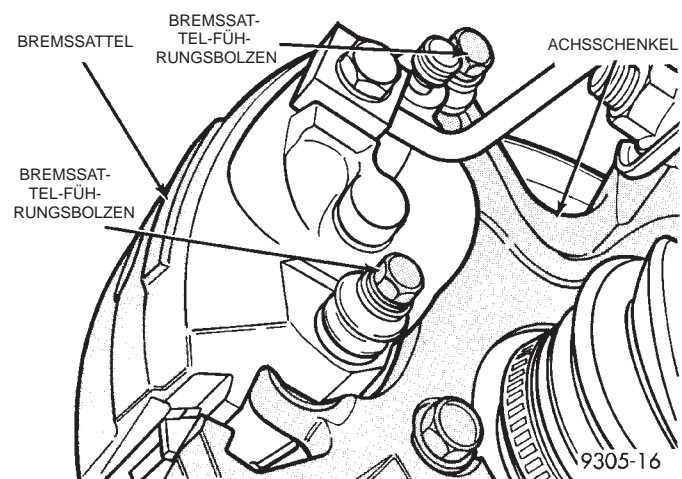

Abb. 30 Lösen der Bremssattel-Führungsbolzen
(1) Fahrzeug auf Unterstellböcke heben oder mit einem Wagenheber zentriert anheben. Siehe Abschnitt zum Anheben des Fahrzeugs im Kapitel "Schmierung und Wartung" in diesem Werkstatt handbuch.
(2) Vorderräder abmontieren.
(3) Die 2 den Bremssattel mit dem Achsschenkel verbindenden Führungsbolzen lösen und entfernen (Abb. 30).